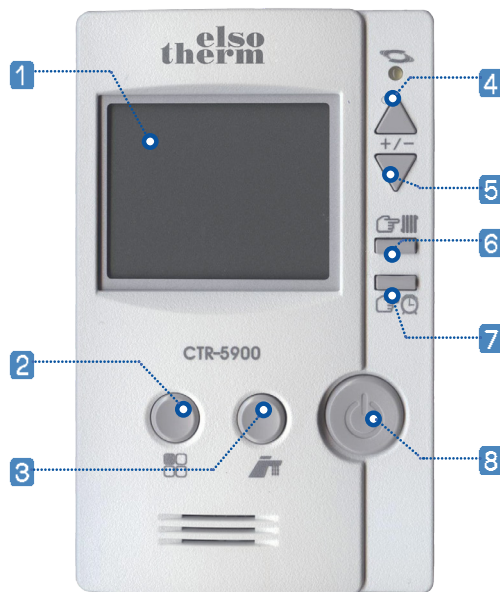

Рисунок 6. Обозначение кнопок управления
14. Символ отображения работы котла (включение синхронизировано с индикатором 4, рис. 6).